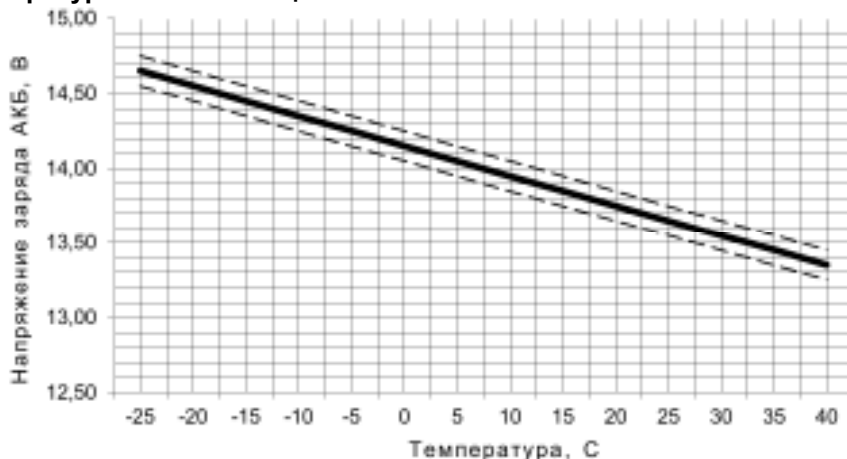

Рисунок 2 – Зависимость напряжения заряда АКБ от температуры
- температурную компенсацию напряжения заряда АКБ при наличии питающей сети в соответствии с п.5 таблицы 1 и рис. 2 (при применении термодатчика АКБ (входит в комплект поставки);
Схема изделия предусматривает температурную компенсацию напряжения заряда АКБ с коэффициентом термокомпенсации $-(18...20) \text{ мВ/}^{\circ}\text{C}$. Зависимость напряжения заряда от температуры приведена на рис. 2.
Без установки термодатчика заряд батареи осуществляется без термокомпенсации, при этом напряжение заряда АКБ будет соответствовать значениям, установленным для температуры окружающей среды $+25^{\circ}\text{C}$ (см. рис. 2)